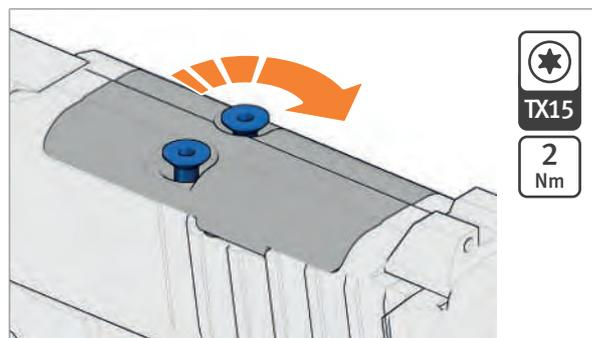

Abb. 37: Schrauben festziehen
4. Schrauben festziehen bis das Drehmoment erreicht ist (Abb. 37).